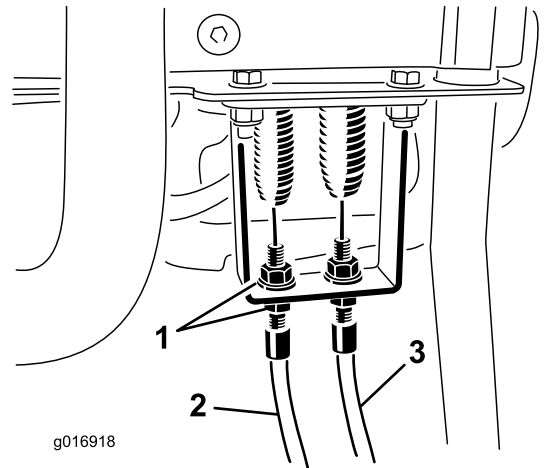

图45
2. 检查拉伸弹簧上的驱动控制装置拉线是否有任何松弛（图45）。
9. 调整控制台隔板上的拉线、然后调整拉线锁紧螺母、在弹簧没有拉伸的情况下消除松弛（图45）。
3. 在控制手柄隔板上、放松滚刀控制装置拉线、直至拉线松弛（图45）。